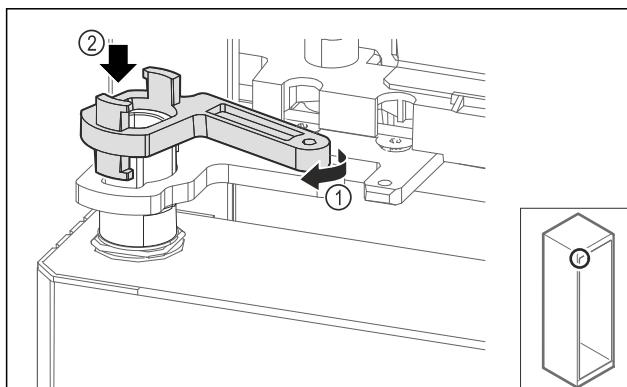

Fig. 66
- Zľahka otočte blokovanie ložiskovej konzoly Fig. 66 (1) a nasadte na puzdro Fig. 66 (2).